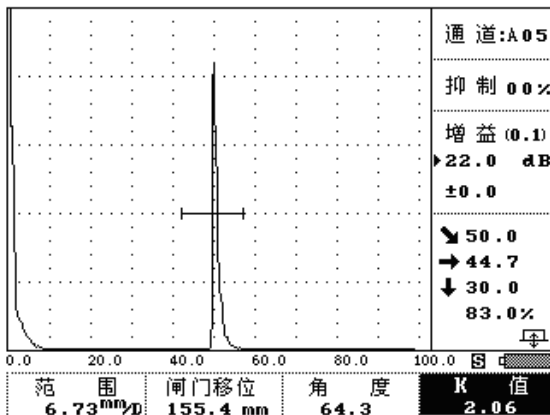

图 3-2-5
- ③ 按  键或左右转动旋钮来调节 **K** 值或探头角度。同时观察数据显示区的垂直距离显示。当垂直距离为 30mm 时，此时的 **K** 值或角度就是此斜探头的 **K** 值或探头角度。如图 3-2-5 所示。